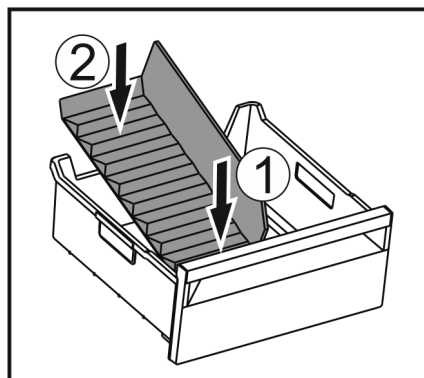

Fig. 212
- ▶ Установите переднюю часть разделителя отделения для льда. Fig. 212 (1)
- ▶ Опустите заднюю часть разделителя отделения для льда на дно выдвижного ящика. Fig. 212 (2)